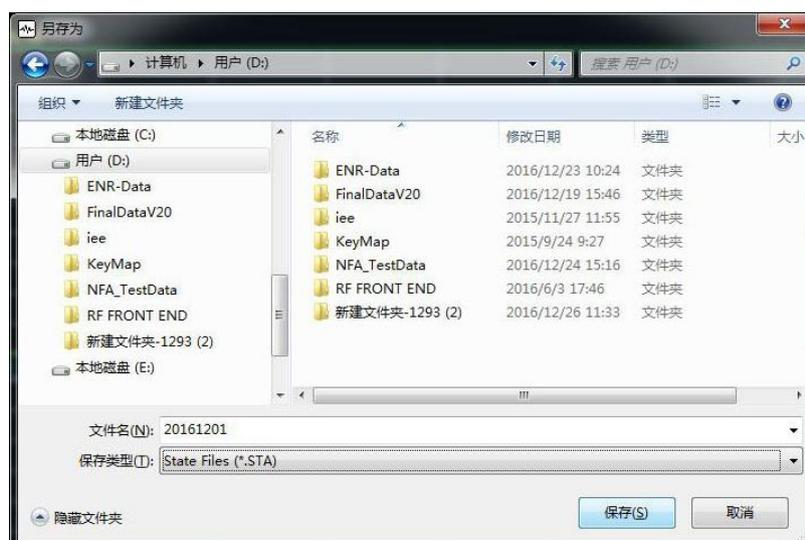

图3.18 文件保存界面
- 步骤2.** 按[保存...]菜单键，仪器显示“另存为”对话框，如图3.18所示。